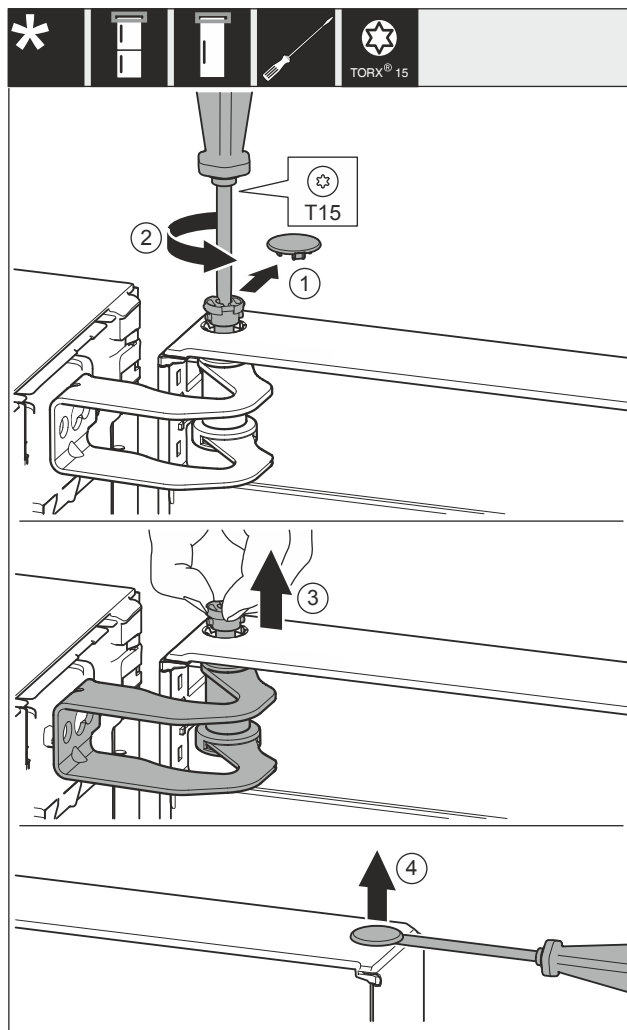

Fig. 12
- ▶ Abdeckung Fig. 12 (1) vorsichtig entfernen.
- ▶ Bolzen Fig. 12 (2) mit Schraubendreher ein Stück herausdrehen.
- ▶ Bolzen Fig. 12 (3) mit den Fingern herausziehen.
- ▶ Abdeckung Fig. 12 (4) vorsichtig mit einem Schraubendreher anheben und entfernen.